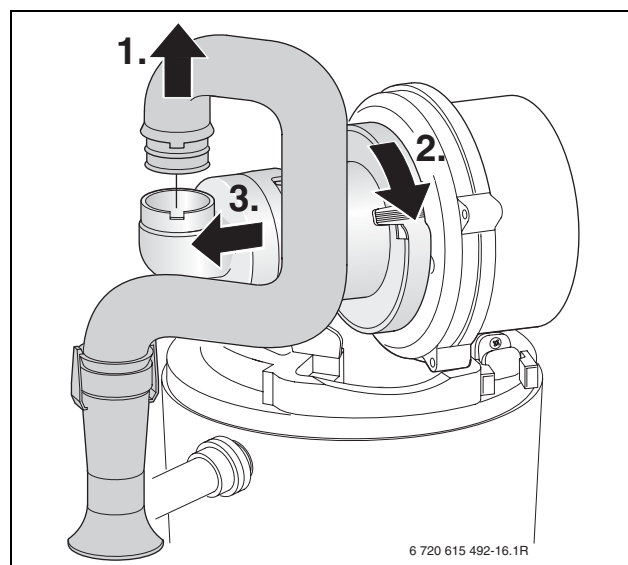

Bild 54
- Saugrohr ausbauen und Gasrohr an der Mischeinrichtung abziehen, → Bild 54.
- Mischeinrichtung (1) nach Bild 54 ausbauen.
- Membran (2) auf Verschmutzung und Risse prüfen.